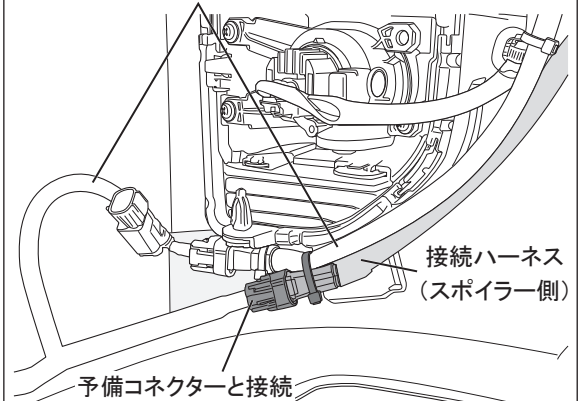

図 26 [矢視図]
1. 図 26 [矢視図] を参照し、ダクト部のキャラクターラインに合わせてマスキングテープでマーキングをする。